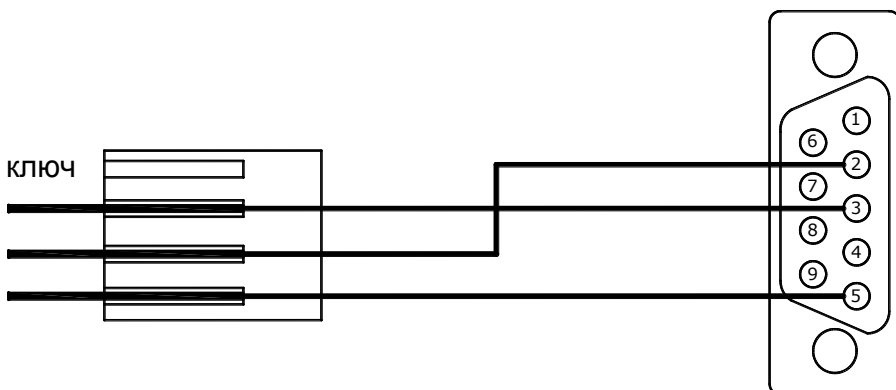
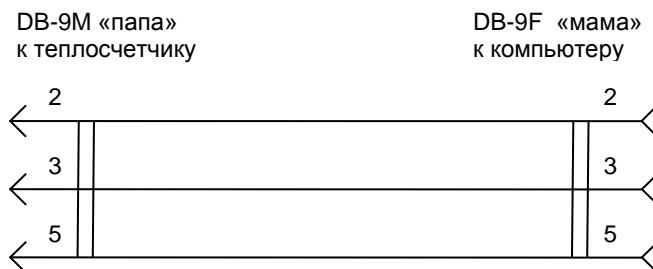

Рис.1
Рис. 2
- непосредственно к прибору по RS-232, с использованием кабеля изображенного на рис. 1. Кабель подключается к COM порту компьютера и к соответствующему разъему прибора. Для считывания информации можно воспользоваться программой, поставляемой предприятием «АРВАС» (COUNTER.EXE), или написать собственную программу, воспользовавшись описанием протокола обмена и дешифрации данных.
Для связи используются линии RXD, TXD, GND. Если Вы изготавливаете кабель сами и Вам нужно подключить компьютер непосредственно к разъему на плате прибора, то распаяйте кабель согласно Рис.1 Если в Вашем приборе уже установлен кабель-переходник с платы на разъем DB9 («папа»), то Вам достаточно распаять кабель изображенный на рис. 2.